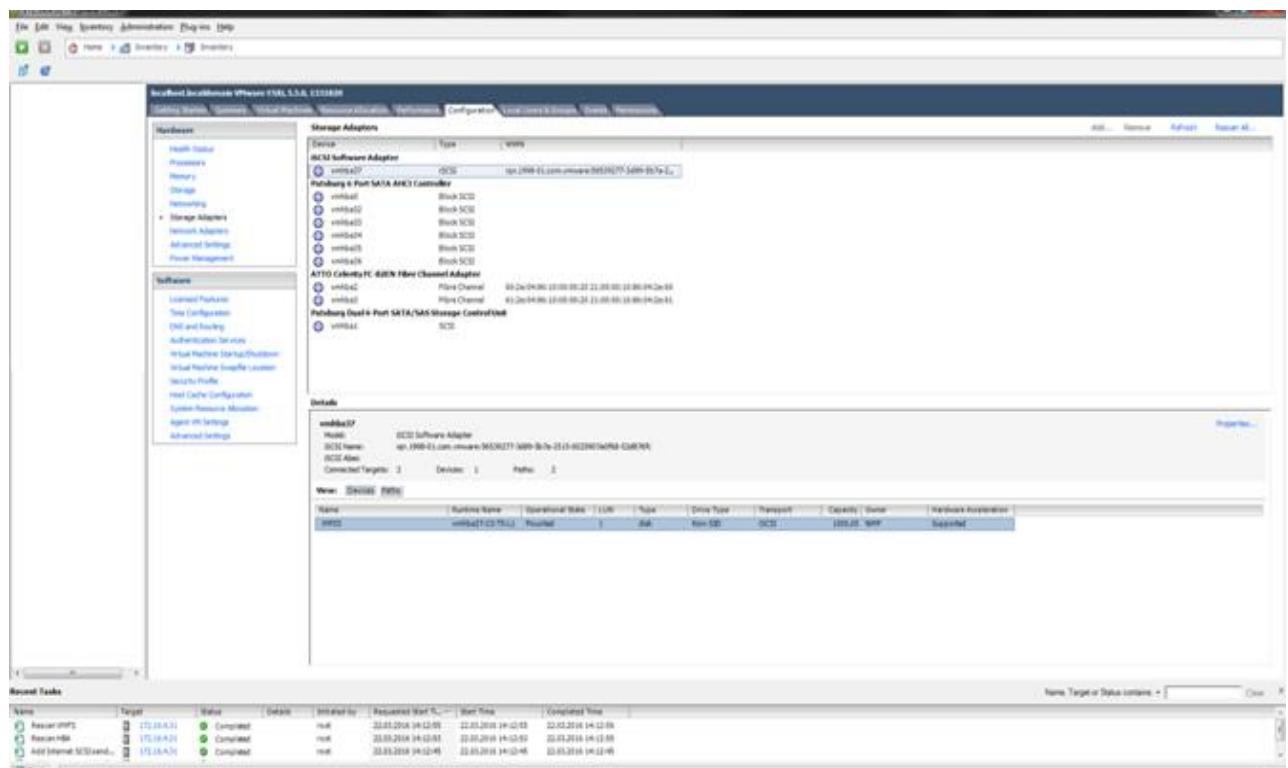

**Рисунок 112 – Настройка доступа по протоколу iSCSI в VMware ESXi**
1. Перейдите на вкладку «**Configuration**» → «**Storage Adapters**» → «**iSCSI Software Adapters**» (см. Рисунок 112, Рисунок 113).